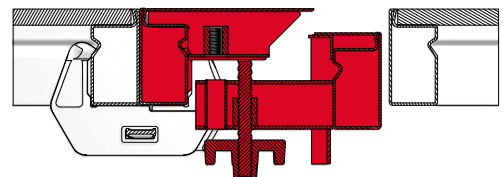

Abb. 35.4 Schritt 2
2. Integrierte Flanschschrauben aus dem Einschalgewinde herausdrehen und ins Ausschalgewinde eindrehen bis sich Teil 2 vom Beton gelöst hat (Abb. 35.4).